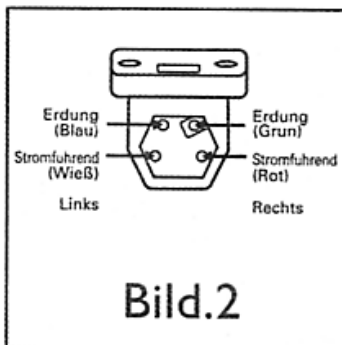

Bild. 2
(2) Anschlüsse. Die Kontaktstifte sind nach internationaler Norm farbig codiert. Die vier Drähte an die entsprechenden Stifte des Tonabnehmers anschließen (siehe Bild 2)